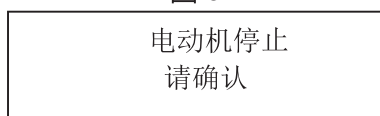

图 6-2
- ⇒ 在循环菜单下，按下“停止”键，如图 6-2。
- ⇒ 在循环菜单下，按下“停止”键，如图 6-2，按“确认”键，OUT2，OUT51 - OUT52 端子断开，模拟停止电动机。
- ⇒ 如果在启动时间内 OUT1，OUT51 - OUT52 仍然闭合时需要停止电动机，则按下“停止”键，如图 6-2，按“确认”键，OUT1，OUT51 - OUT52 分别断开，模拟停止电动机。
- ⇒ 换向或者转换速度时，按下“停止”键，如图 6-2，按“确认”键，OUT51 - OUT52 应瞬间导通，OUT52 - OUT53 应瞬间断开，模拟停止电动机。